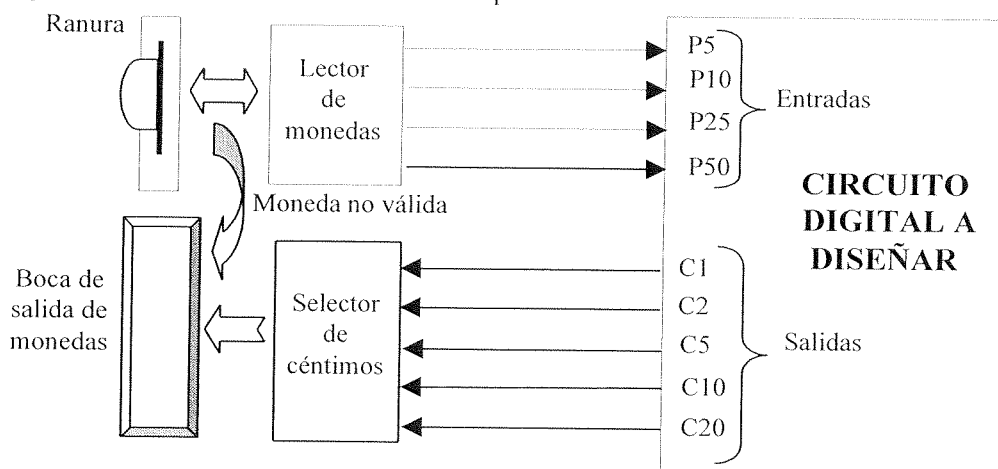

Figura 1. Diagrama de bloques de la máquina.
**Cuestión 1. (4 puntos).** Se quiere diseñar un circuito combinacional digital de una máquina para el cambio de pesetas en euros. El sistema (que se representa en la figura 1) funciona de la siguiente forma: